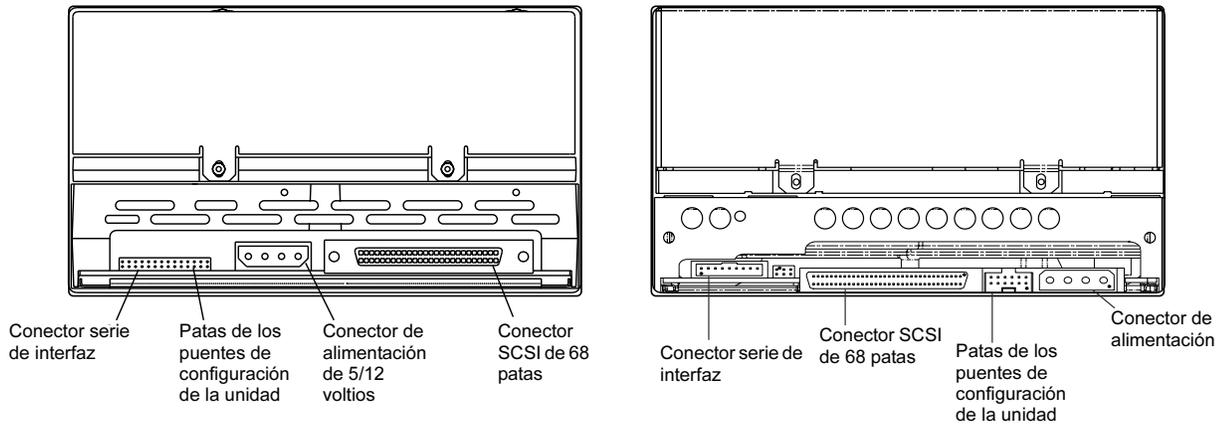

Figura 6. Vista de la parte posterior de las unidades internas LTO-1 (izquierda) y LTO-2 (derecha)
2. Conecte el cable de interfaz SCSI al conector de interfaz SCSI de 68 patas en la parte posterior de la unidad (consulte la Figura 6 en la página 21).
Las unidades internas LTO-1 y LTO-2 incluyen una interfaz serie RS-422 para bibliotecas de cintas. Este conector se ubica en el lado izquierdo inferior de la parte posterior de la unidad (consulte la Figura 6 en la página 21).
Conecte un cable de alimentación de cuatro patas al conector de alimentación de la parte posterior de la unidad. La Figura 6 en la página 21 muestra la ubicación del conector de alimentación.